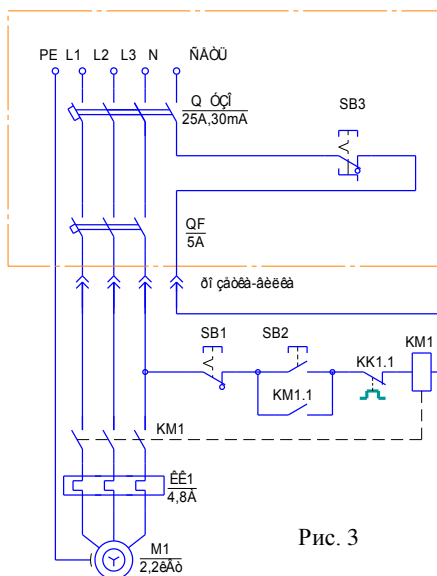

Рис. 3
5.7 Подключение Установок к источнику питания выполняется по схеме рис. 3.
6.2.8 Выполнить подключение (рис.3) при этом: